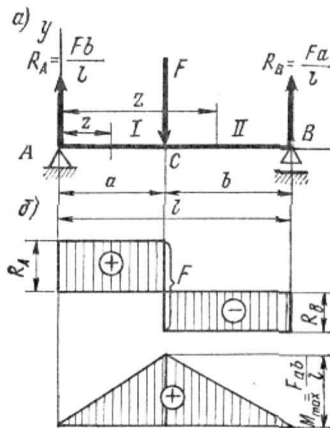

Рисунок 1
-) На участках, свободных от загрузки равномерно-распределенной нагрузкой, поперечная сила постоянна, а изгибающий момент изменяется по линейному закону, т. е. по прямой (см. рис. 1 и 2);
-) В точках приложения сосредоточенных сил на эпюре поперечных сил имеют место скачки, равные по величине силам, а на эпюре моментов — переломы, направленные навстречу силам (см. рис. 1 и 2);